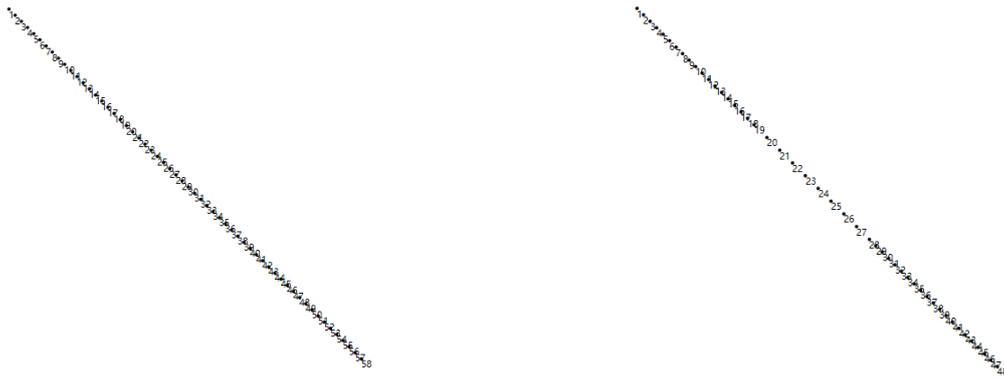

图 5.4.3b 特殊缝段设置按键
操作：①首先在单图编辑中选择特殊缝位置，设置按键如下图 5.4.3b 所示，设置方式请参考 5.6.9 特殊缝段设置。